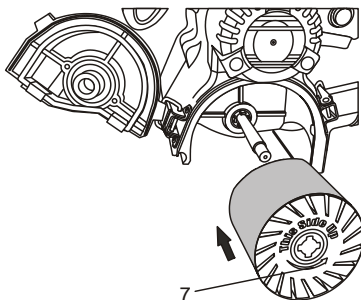

Fig. 4
6. Glissez le rouleau sur la tige du rouleau (Fig. 4).